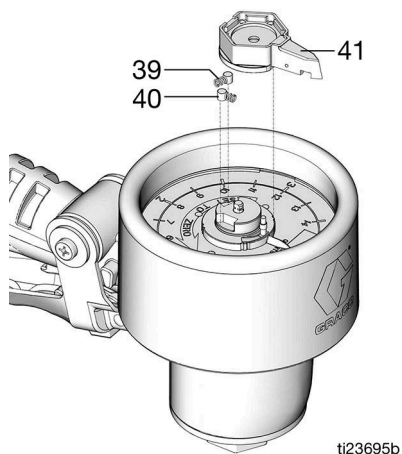

FIG. 24
5. Instale o ponteiro da agulha (41), as molas (39) e os pinos (40) (FIG. 24).